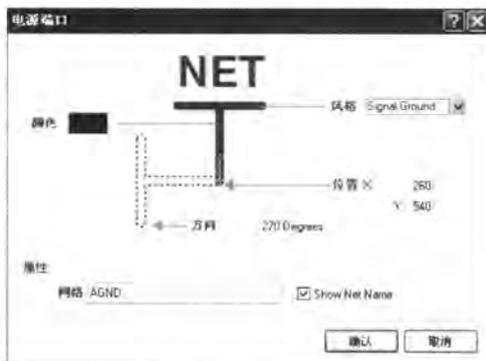

图 3-93 属性设置
- [3] 双击所放置的电源符号，打开【电源端口】对话框，进行属性设置，如图 3-93 所示。